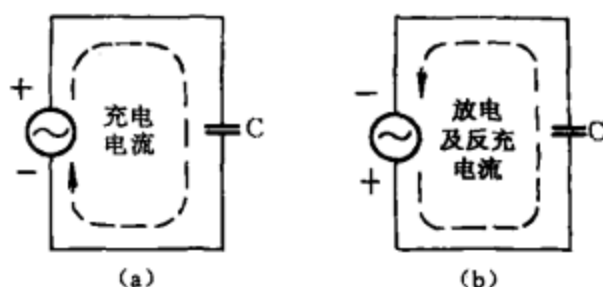

图 1-57
(1) 在交流电正半周时，电容器被充电，有一充电电流通过电容器，如图 1-57 (a) 所示。
(2) 在交流电负半周时，电容器放电并反方向充电，放电和反充电流通过电容器，如图 1-57 (b) 所示。